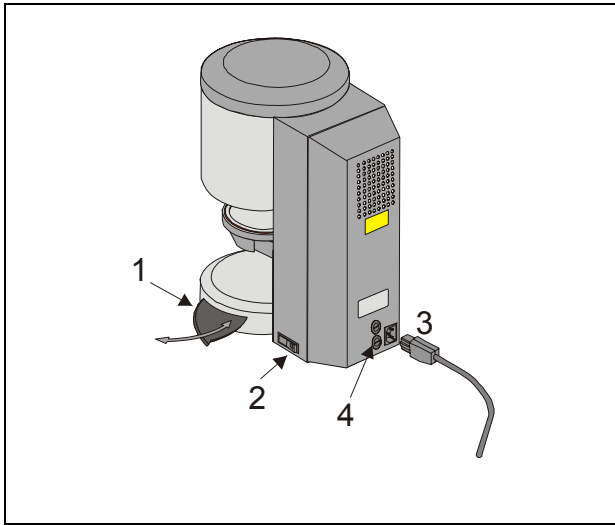

Abb. 1
- Gerät mit mitgeliefertem Netzanschlusskabel an die Netzspannung anschließen (Abb. 1). Als Anschlusskabel eine Heißgeräte-Zuleitung Typ HO5RR-F 3G1,0 mm² verwenden. Anschluss an Verteilersteckdosen mit Verlängerung vermeiden, bei Überlastung besteht Brandgefahr.